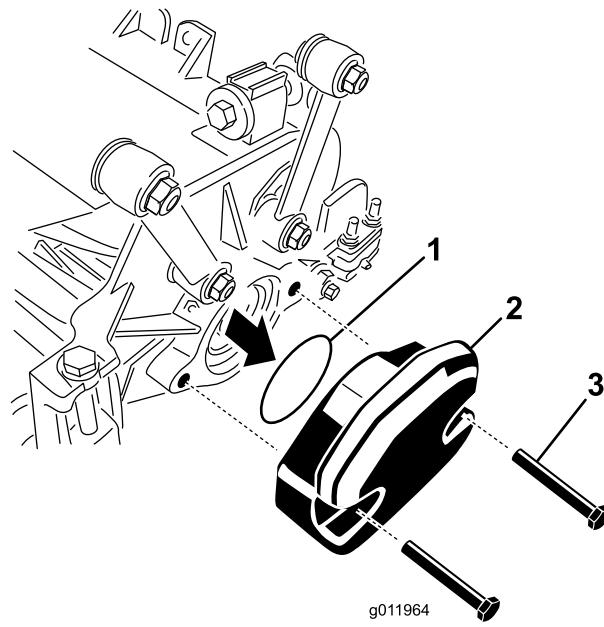

Bild 22
2. Nehmen Sie den Ballast und den O-Ring (**Bild 22**) vom inneren Ende des rechten Mähwerks ab.